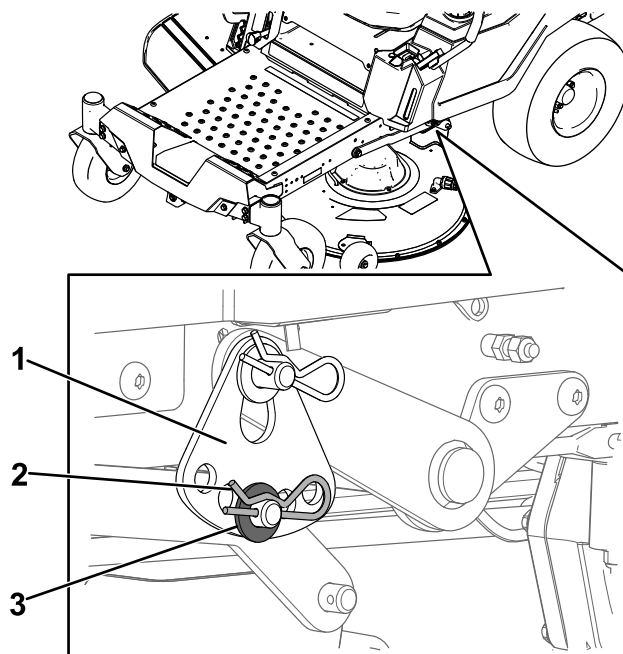

Рисунок 68
6. Извлеките шплинт и шайбу из нижнего штифта рычага подъема (Рисунок 68).